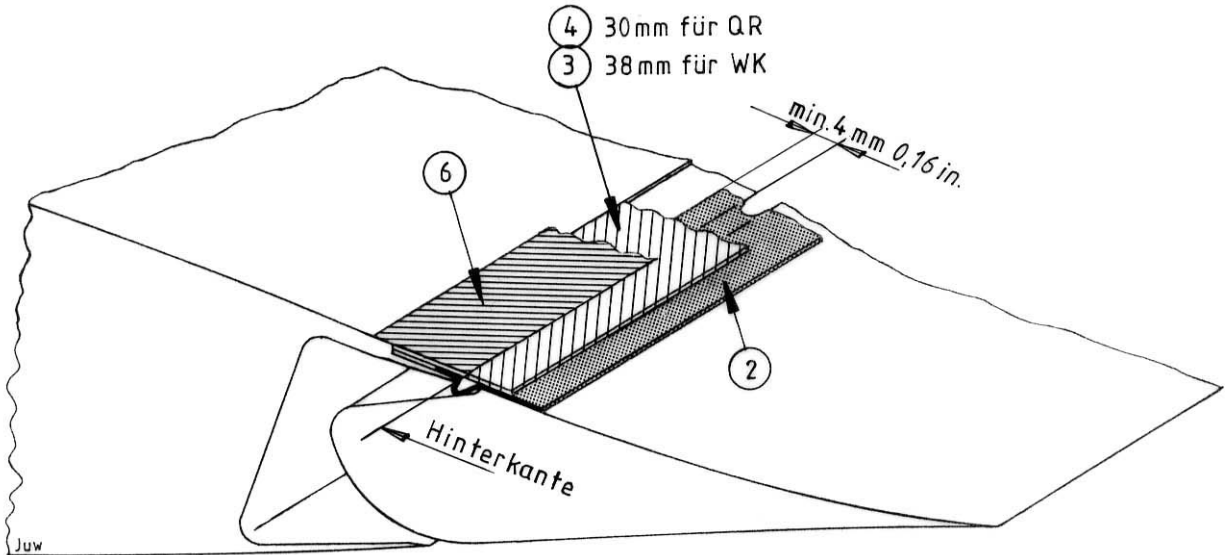

FIG. 3 Flügel-Unterseite
Nun wird der zuerst aufgetragene Hilfsklebestreifen (1) wieder entfernt, die Schutzfolie vom Abdeckband (3) und (4) abgezogen und das Abdeckband mit seinem Selbstklebefilm über die ganze Spannweite bündig auf die tiefergelegte Stufe des Flügels geklebt (Fig. 3). Beim Aufkleben ist das Abdeckband immer unter Spannung (ca. 10 kg) zu halten.
- 4.4 Jetzt wird noch ein möglichst dünnes und feuchtebeständiges Schutzklebeband (6) (z. B. weißer Tesafilm Nr. 104, ca. 25 mm breit) über die Vorderkante des Abdeckbandes und der Stufe am Flügel geklebt (Fig.3).